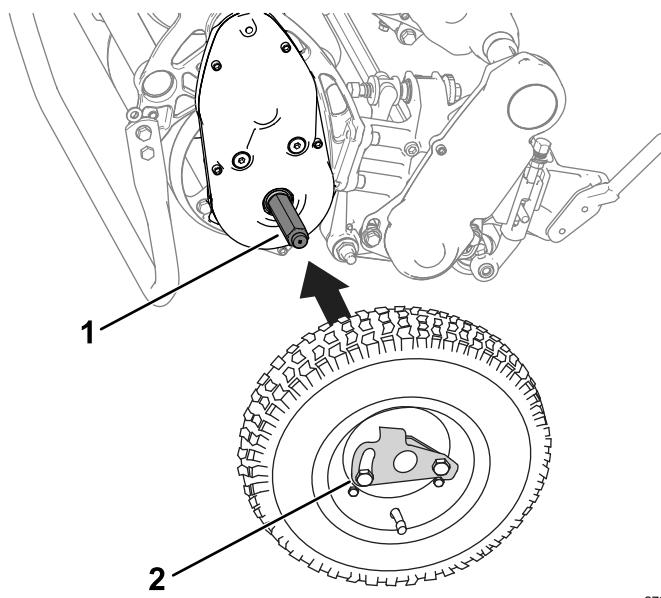

Рисунок 25
3. Отведите зажим блокировки колеса (Рисунок 25) от центра колеса, чтобы его можно было продвинуть дальше по оси.
2. Наденьте колесо на ось (Рисунок 25).